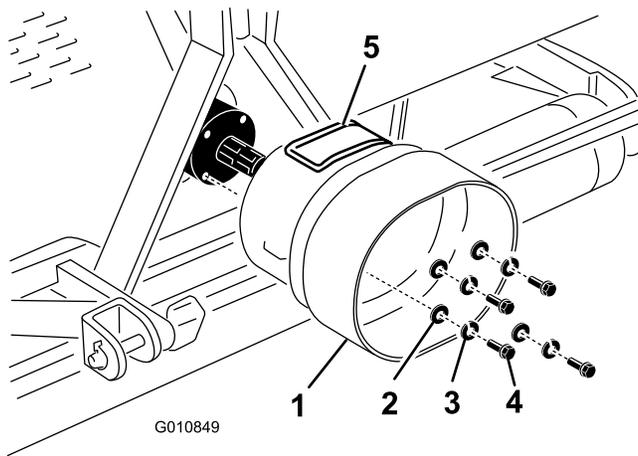

図 16
1. エアレータのギア・ボックス後部についているボルト、ロック・ワッシャ、平ワッシャ（各 4 個）を外す（図 16）。
2. いま取り外したボルト類を使用して、PTO シールドをエアレータのギア・ボックスに取り付ける (図 16)。PTO シールドを取り付ける際に、アクセス・パネル (図 16) が上または側面にくるようにする；上になるか側面になるかは、エアレータのフレームの構成による。
注 アクセス・パネル (図 16) は、PTO シャフトの取り付けボルト類へのアクセスを容易にするためのパネルです。